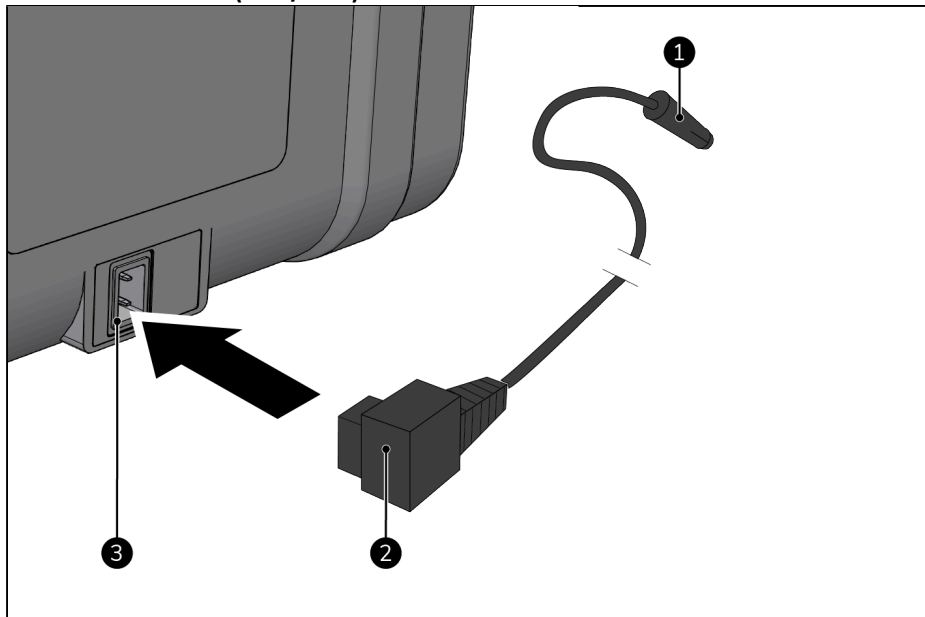

Figuur 7.
3. Steek de stroomkabel (Figuur 7, pos. 2) in de AC/DC-adapter (Figuur 7, pos. 1).
4. Steek de AC/DC-adapterstekker (Figuur 7, pos. 5) in de voeding van het apparaat (Figuur 7, pos. 6).
5. Steek de stekker van de stroomkabel (Figuur 7, pos. 4) in een gemakkelijk toegankelijk stopcontact (Figuur 7, pos. 3).